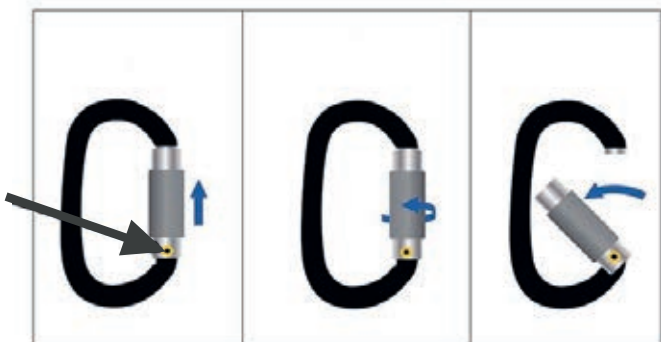

Fig. 3
3. Gehen Sie zum Öffnen des Dreifach-Karabiners wie links gezeigt vor. Siehe Abb. 3.